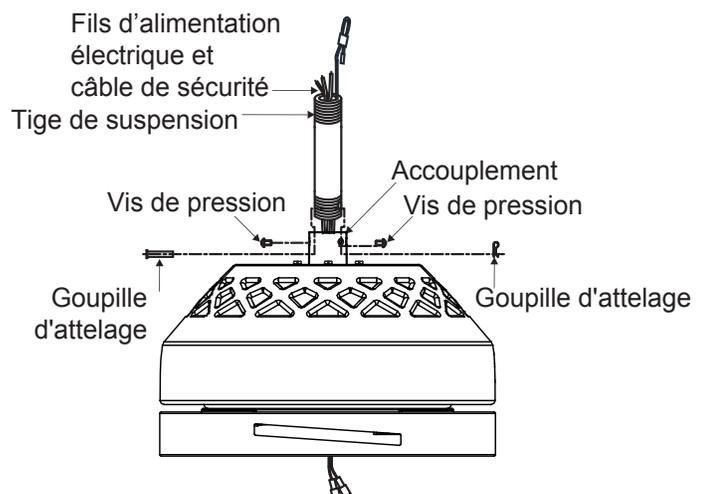

Fig. 8
**Étape 6.** Desserrez les deux vis de pression et retirez la goupille d'attelage et l'agrafe de l'accouplement sur le dessus du moteur. (Fig. 8)
**Étape 7.** Faites passer avec soin les fils d'alimentation électrique et le câble de sécurité sortant du dessus du moteur du ventilateur par la tige de suspension. Vissez la tige de suspension dans l'accouplement jusqu'à ce que les trous de la goupille d'attelage soient alignés. (Fig. 8)
Ensuite, remettez la goupille d'attelage et l'agrafe en place. Serrez les deux vis de pression. (Fig. 8)